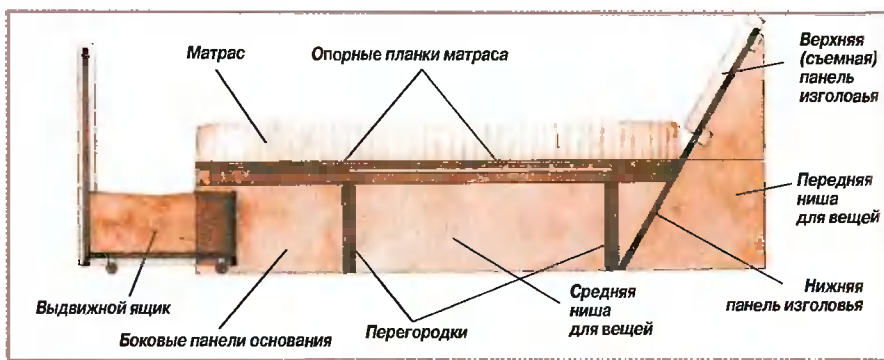

Рис. 1. Кровать с наклонным изголовьем.
**В этой большой кровати предусмотрено довольно много места для хранения постельных принадлежностей и других вещей, не нужных в данное время. Это и большой выдвижной ящик (рис. 1), и большая по объему ниша под матрасом, и, наконец, отсек за съёмным наклонным изголовьем.**